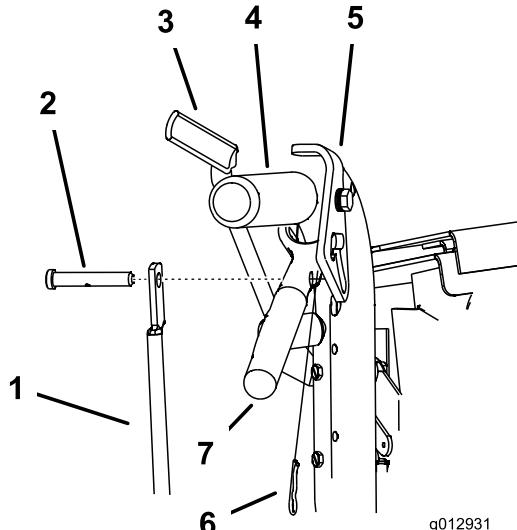

Figura 18
1. Retire los pasadores y los pasadores de seguridad de las palancas de avance y los cierres de bloqueo de punto muerto (Figura 18).
5. Ajuste la longitud de la varilla de control girando la varilla de control en el acoplamiento (Figura 18).
6. Instale un pasador de horquilla entre las palancas de avance y los cierres de bloqueo de punto muerto e intodúzcalo en los pasadores de seguridad (Figura 18).